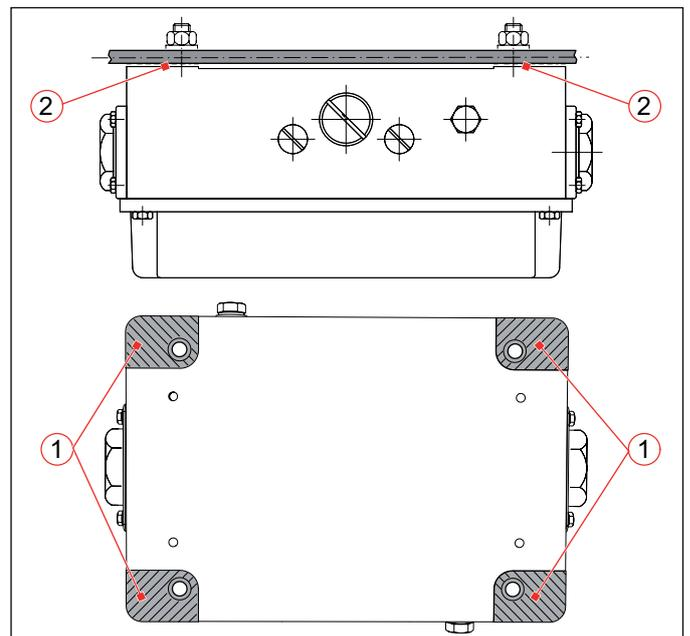

Abb. 28: Erdungsflächen an Abzweigkasten (1) und Befestigungstraverse (2)
▶ Stellen Sie vor der Montage sicher, dass die Erdungsflächen an Abzweigkasten und Befestigungstraverse (**Abb. 28/1 und 2**) frei von Lack und jeglichen Verunreinigungen sind.